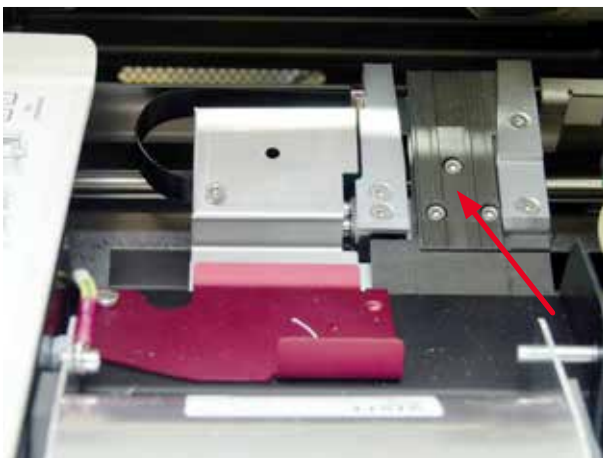

Рис. 50
- Станция транспортировки (→ "Рис. 50")
- По окончании очистки и перед использованием прибора обязательно закройте поворотную заслонку (→ "Рис. 50").